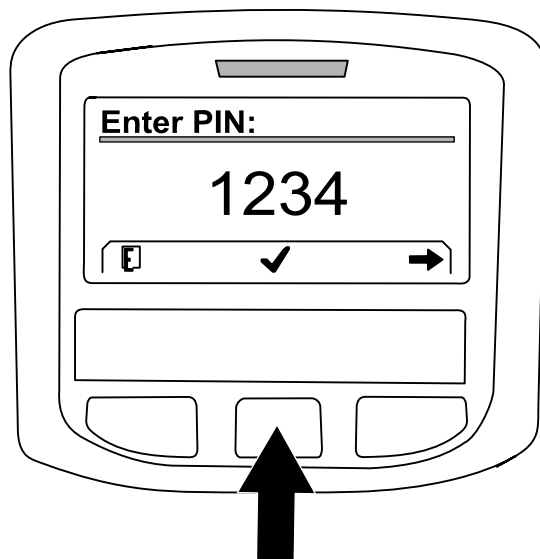
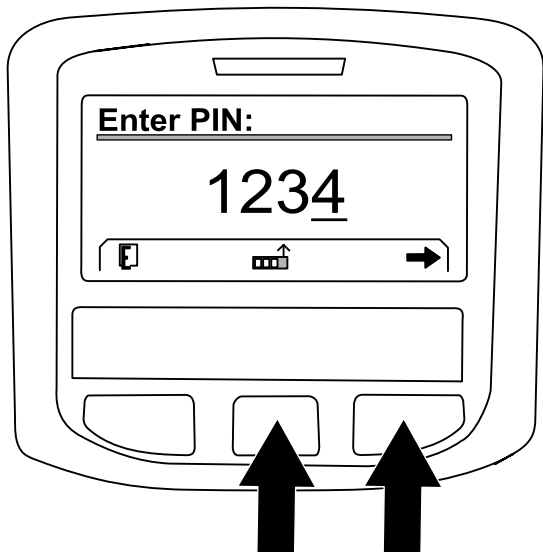

图 228
图 227
- A. 必要时按中间按钮输入左侧位置的 PIN 代码编号图 227。
- B. 按右按钮可导航至下一 PIN 代码编号位置图 227。
- D. 所有 PIN 代码编号都输入后按右按钮图 227 然后再按中间按钮进入 PIN 代码图 228。指示灯将短暂亮起。